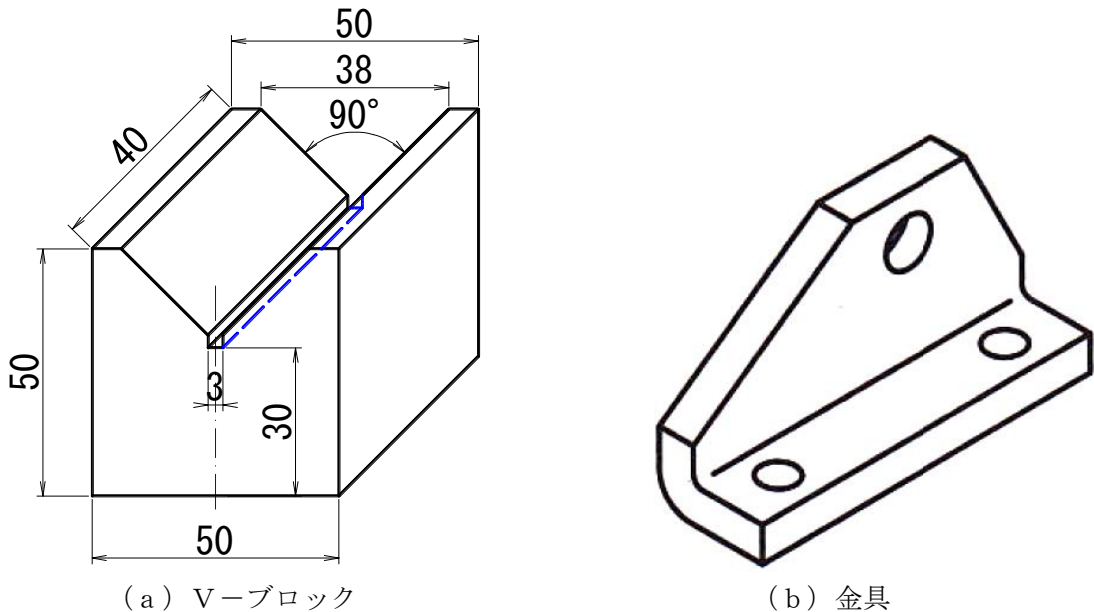

図2 V-ブロックと金具（簡単な機械部品の試作用図面の作図練習）
2. 必要な投影面数で図2の（a）と（b）に示す部品の試作図面をそれぞれ作成せよ。ただし、図2（b）の場合には、外径寸法を自分で設計して決めること。またA3サイズの製図用紙を半分と半分にして、それぞれ課題2（a）と2（b）の製図に使用すること。